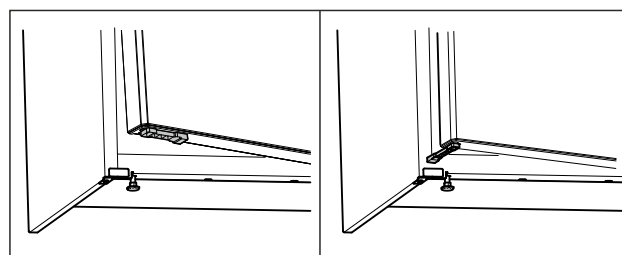

Fig. 54 *
- ▶ Okrenite graničnik otvaranja vrata za 90°. (pogledajte Fig. 54) *